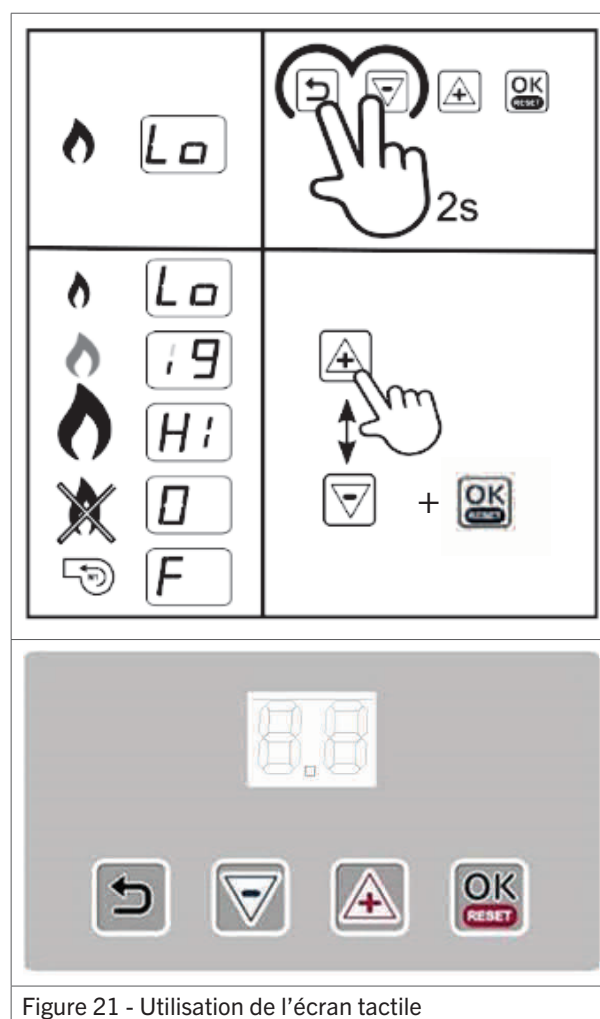

Figure 21 - Utilisation de l'écran tactile
1. Appuyer pendant quelques secondes sur les touches **Retour** et **(-)** (figure 21). L'écran affiche alternativement les indications Lo et St, ce qui indique que l'aérotherme démarrera à la puissance minimale.
2. Appuyer sur les touches **(+)** et **(-)** pour sélectionner alternativement les puissances maximale et minimale (figure 21).